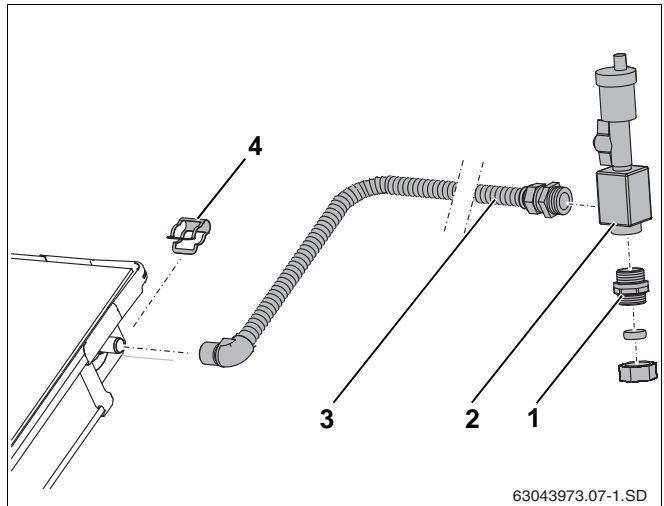

Fig. 37 Montering af udlufter under taget
- ▶ Sæt tilslutningsrøret (fig. 37, **pos. 3**) på solfangerens fremløbstilslutning, og fastgør med klemmer (fig. 37, **pos. 4**).
- ▶ Skru tilslutningsrøret (fig. 37, **pos. 3**) og dobbeltniplen (fig. 37, **pos. 1**) i luftkoppen fast (o-ring-pakning).
- ▶ Slut rørforbindelsen til dobbeltniplen klemringsforskrningen (fig. 37, **pos. 1**).